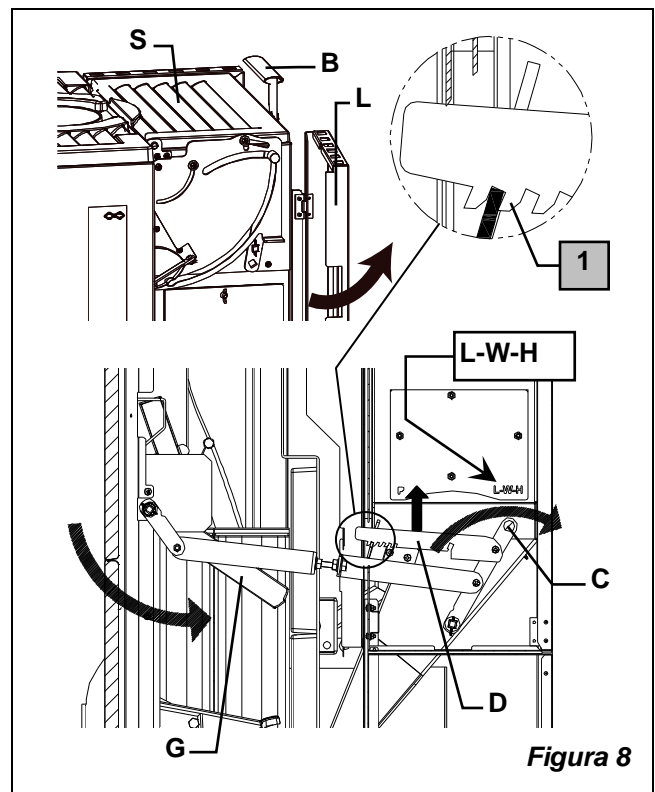

Figura 8
- 1) Aprire lo sportello laterale di accesso agli organi meccanici (L Figura 8) se la leva (C) è già nella posizione **L-W-H** (LEGNA-WOOD-HOLZ) andare al punto 3);
- 2) con l'utilizzo dell'attizzatoio nella posizione **D**, alzare il chiavistello e sbloccare la leva (C), spingerla verso la parte **posteriore** della stufa nella posizione contrassegnata con le **lettere L-W-H**; spingerla più volte affinché il chiavistello (D) si blocca nel dente più prossimo alla fine del chiavistello stesso (Pos.1 Figura 8); **griglia in ghisa (G) nella posizione sollevata**;
- 4) chiudere lo sportello laterale (L) di accesso agli organi meccanici.
La stufa è fornita di un sistema di interruzione della fornitura di pellet al bruciatore (**B**): Mediante la leva di commutazione LEGNA-PELLET nella posizione "L-W-H" (Figura 8 pos.C) è possibile bloccare il naturale scivolamento del pellet nel bruciatore.